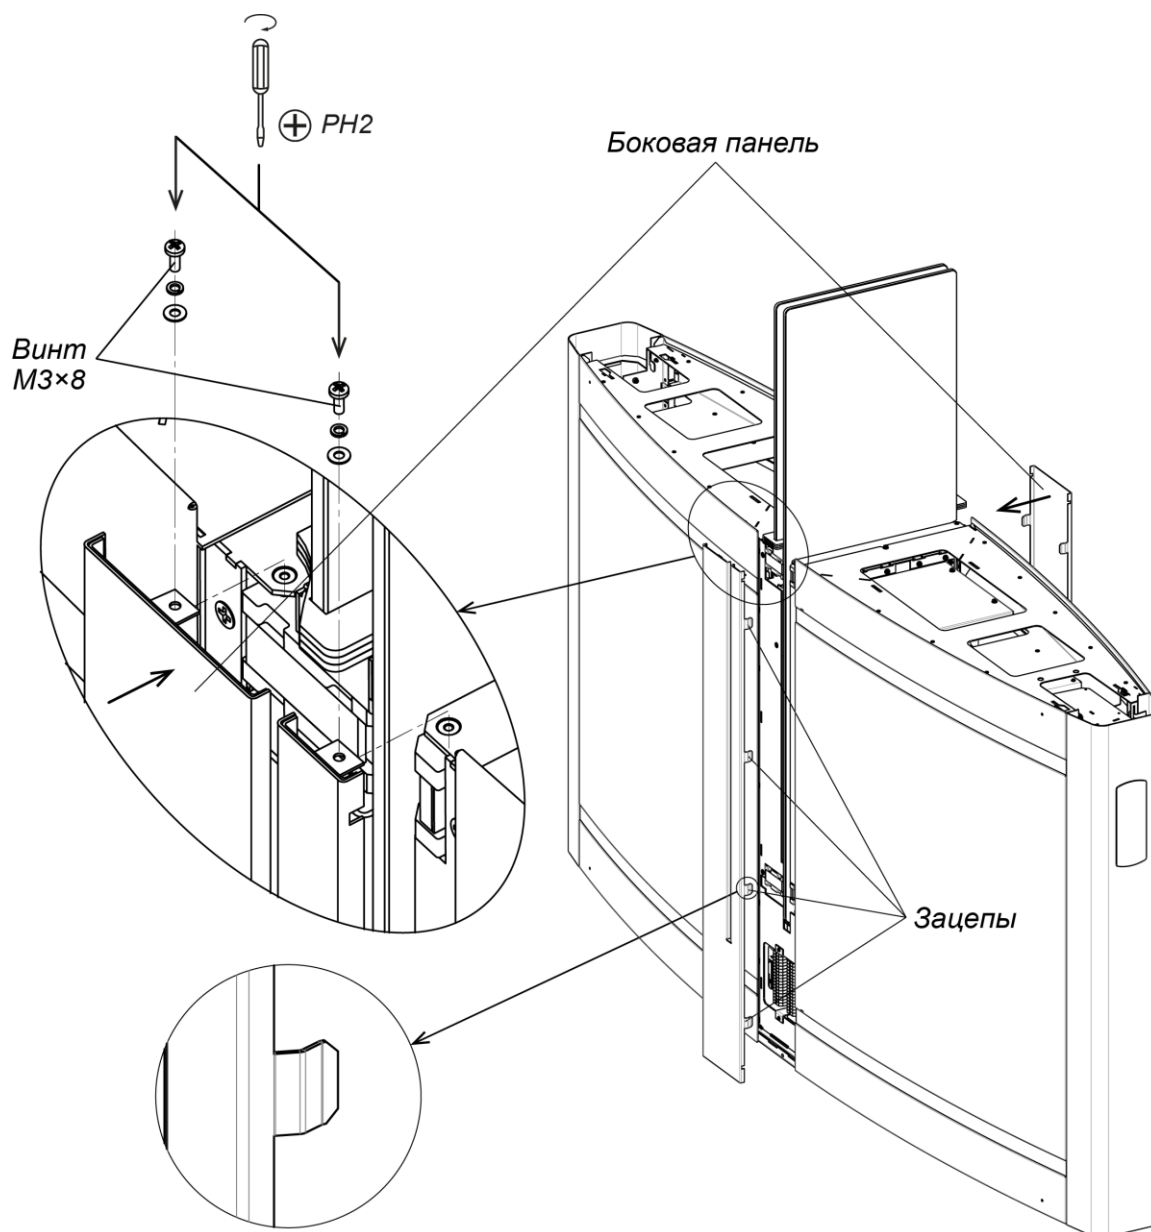

Рисунок 25. Установка боковых панелей
Вставьте боковые панели (6) (см. разд. 8.7.7, рис. 25).
Боковые панели крепятся на секции при помощи пружинных зацепов; внутренняя панель, кроме того, сверху дополнительно прикручивается к корпусу двумя винтами М3×8 с шайбами (при поставке вкручены по месту установки, см. рис. 25). Сориентируйте пружинные зацепы на панели в соответствующие пазы в корпусе секции и аккуратно вставьте панель на место до упора. Проверьте по всему периметру панели, до конца ли вошли зацепы в пазы.